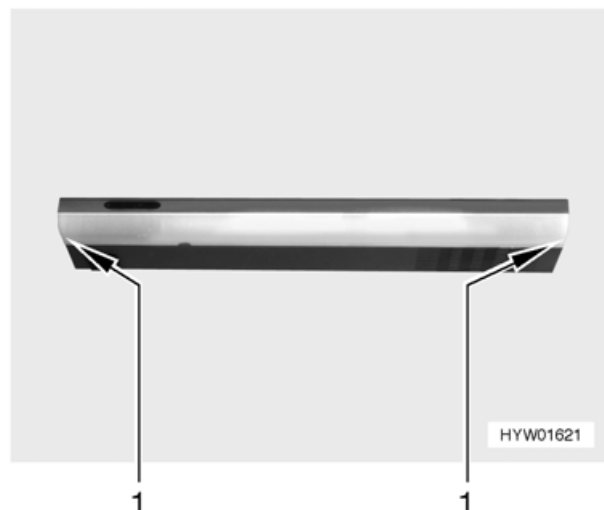

Bild 102 Kochstellenleuchte
- Am Leuchtenglas (Bild 102,1) ziehen. Mit dem Herausziehen immer ganz links oder ganz rechts an der Kochstellenleuchte beginnen.